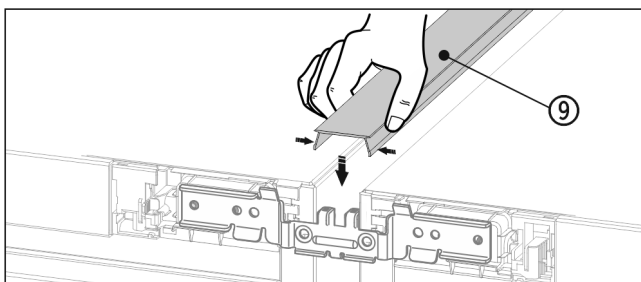

Fig. 26
- ▶ Auf der Oberseite die kurze Abdeckleiste Fig. 26 (9) in den horizontalen Spalt drücken.